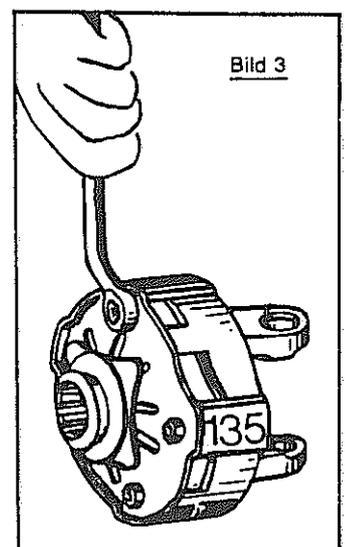

Bild 3
Die Rutschkupplung der Gelenkwelle muß für die Zapfwellendrehzahl 1000 U/min die Einstellung 135 daNm haben (Bild 3).
- die 4 Muttern (Schlüsselweite 13 mm) gleichmäßig anziehen, bis die Reibbeläge frei sind (Bild 3)